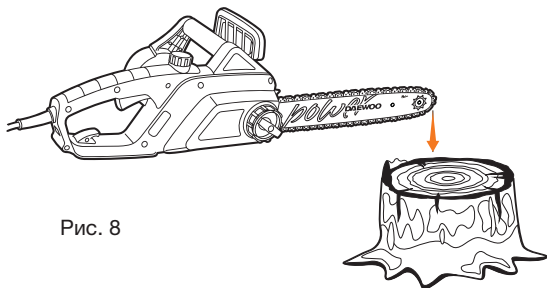

Рис. 8
2. Удерживая пилу в горизонтальном положении, уберите руку с передней рукоятки и толкните концом направляющей шины о бревно или кусок дерева тормоз цепи активируется (Рис. 8).